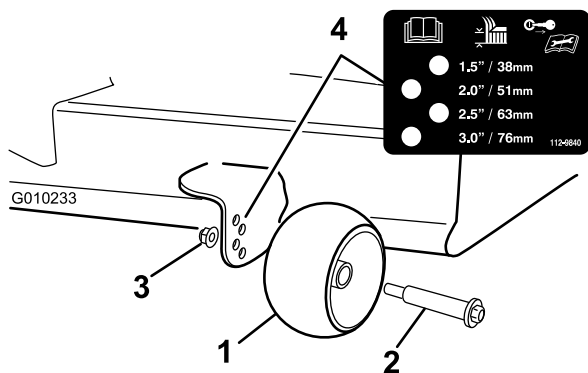

Figure 22
3. Réglez les galets anti-scalp comme montré à la Figure 22, à la position correspondant le mieux à la position de hauteur de coupe.